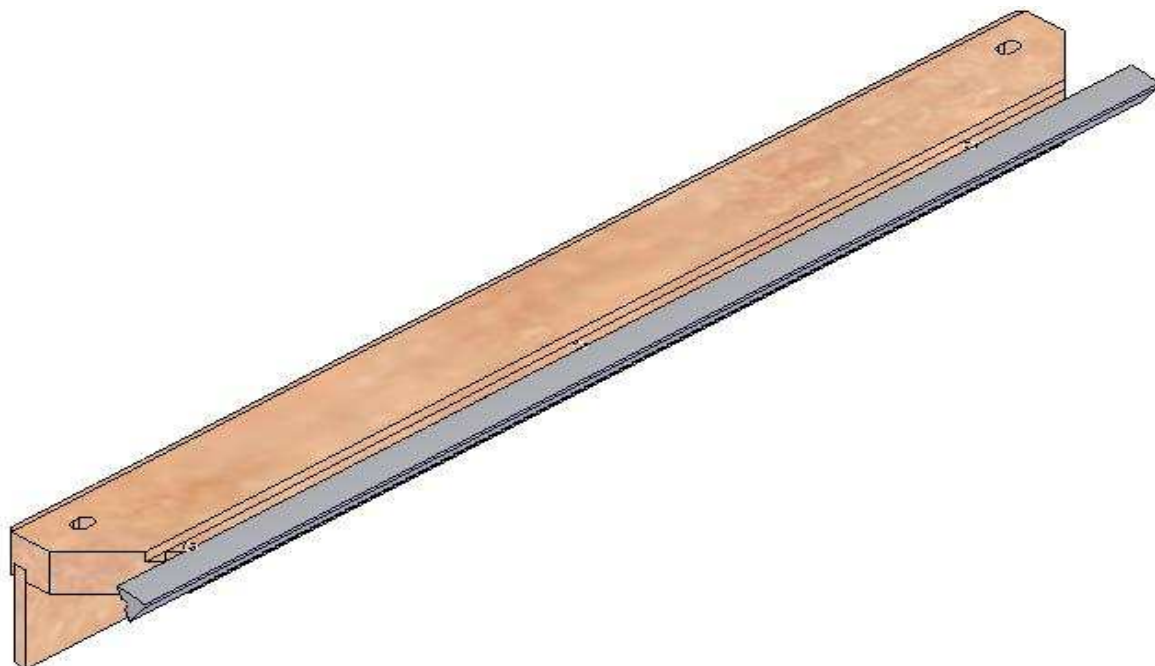

Рисунок 4.25
7. Для наклейки резины вам потребуется резиновый клей 88, наирит или что-нибудь подобное. Технология клейки описана в главе 3, но мы напомним ее еще раз. Уложите борт в удобное для работы положение (на гладкую поверхность, если борт покрашен). Нанесите кистью тонкий слой клея на поверхность резины и на поверхность борта. Дайте клею просохнуть 10-20 мин, потом нанесите второй слой и тоже дайте несколько минут просохнуть. Клей не должен липнуть к пальцам. После этого аккуратно, слегка натягивая резину, приклейте ее к борту так, чтобы край резины был на одном уровне с верхней поверхностью борта (рис.4.25). Будьте внимательны, резина должна быть приклеена ровно,